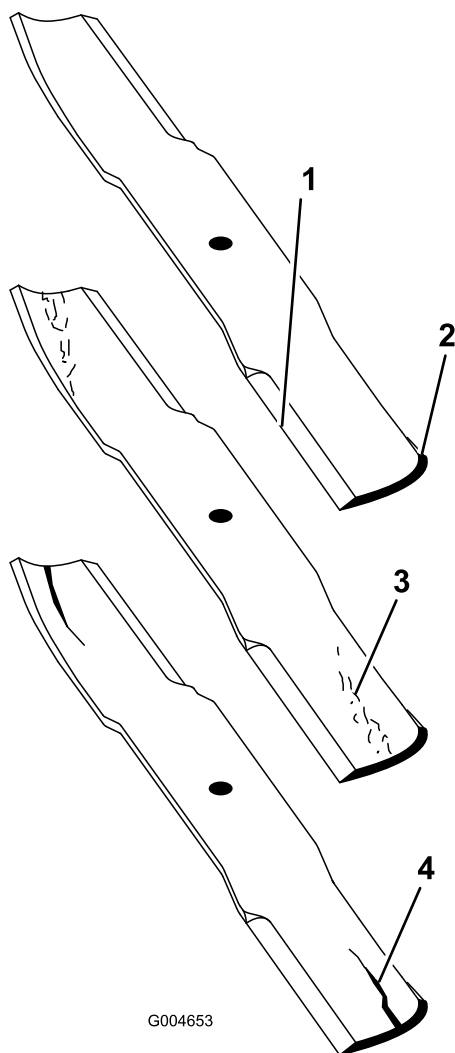

Figura 118
2. Examine cuidadosamente as extremidades da lâmina, prestando especial atenção à zona onde se encontram as partes curvas e planas da lâmina (Figura 118).
Nota: A areia e os materiais abrasivos podem desgastar o metal entre as partes plana e curva da lâmina; por isso, verifique a lâmina antes de utilizar a máquina. Se der conta de desgaste (Figura 118), substitua a lâmina.